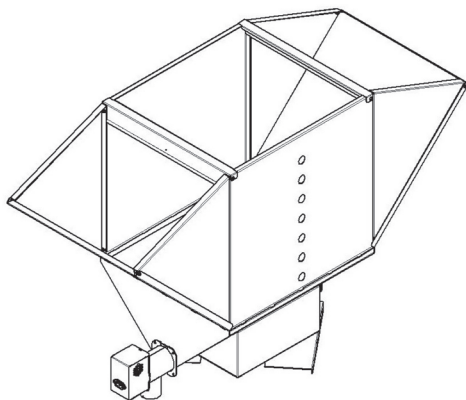

Рисунок 4 - Бункер котельный
- Бункер котельный (рис. 4), конструкция которого подразумевает его установку непосредственно на котёл.